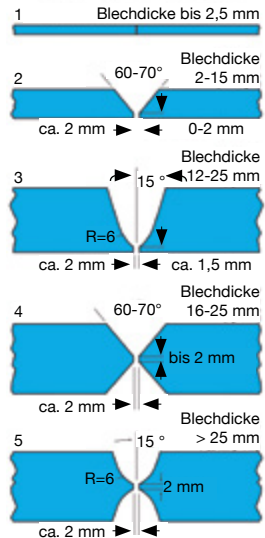

Abb.1
- Die Nahtvorbereitung für einen Stumpfstoß sollte – wie in Abb.1 dargestellt – erfolgen.
Die Schweißfuge der Nickellegierungen unterscheidet sich in der Regel vom Baustahl durch größere Öffnungswinkel, um dem zähflüssigeren Verhalten der Schmelze und der ausgeprägteren Schrumpfungstendenz Rechnung zu tragen. Typische Nahtvorbereitungen sind in Abb. 1 (Seite 84) dargestellt.